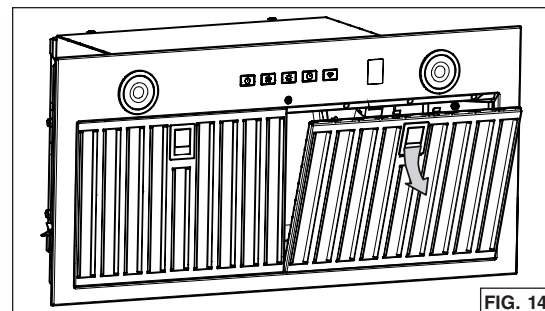

FIG. 14
2. Retirer les filtres à chicanes hybrides en appuyant sur le loquet et en les basculant vers le bas (FIG. 14). Mettre de côté les filtres.